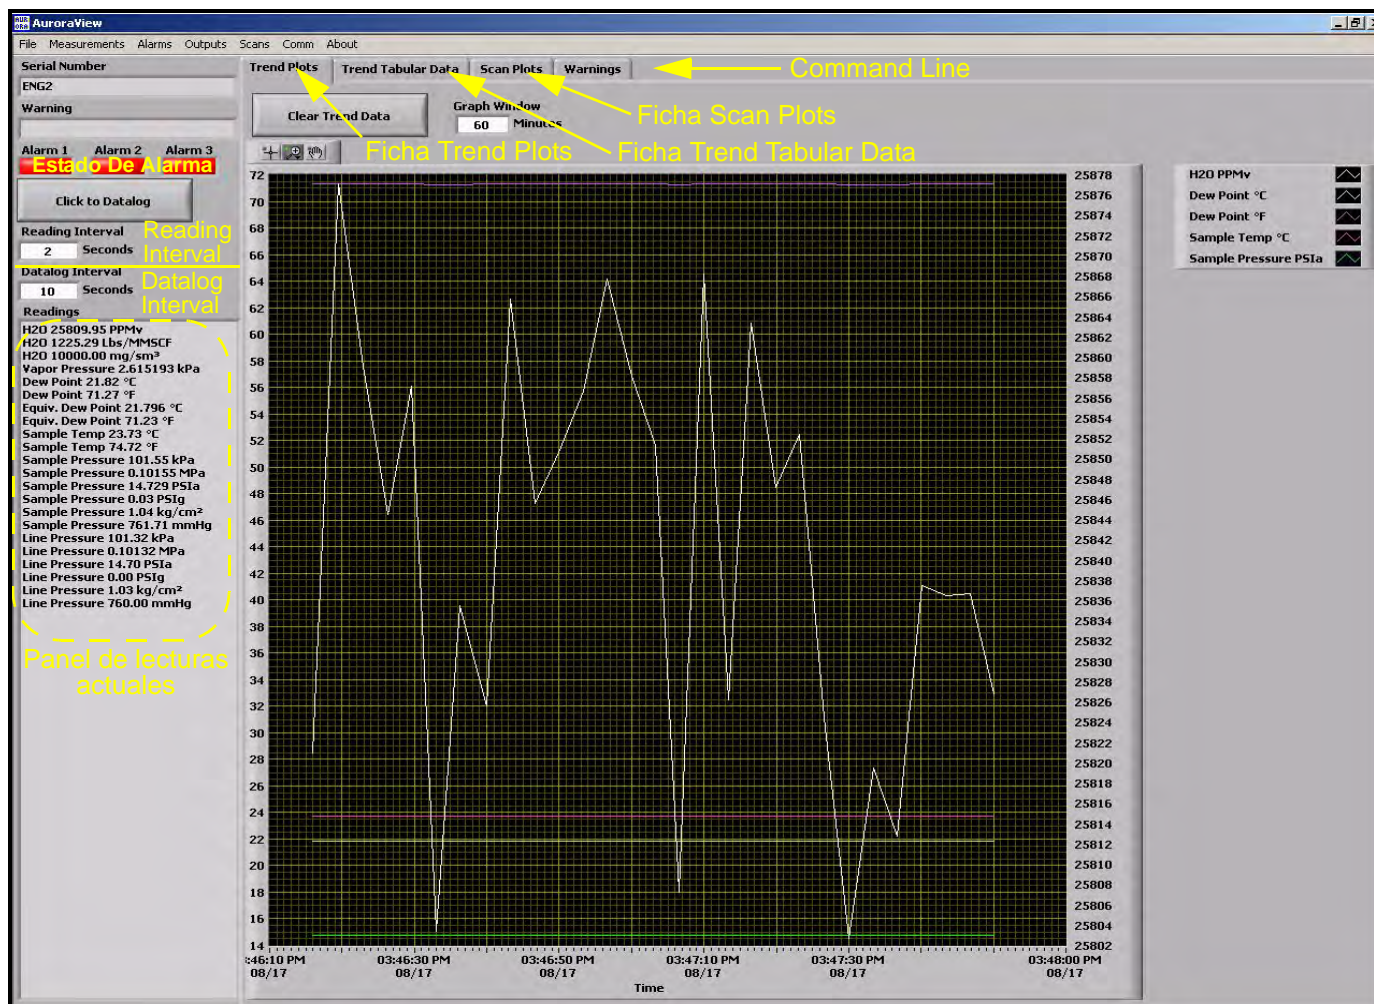

Figura 50: Pantalla principal de AuroraView
2. AuroraView se iniciará y mostrará una pantalla similar a la Figura 50.